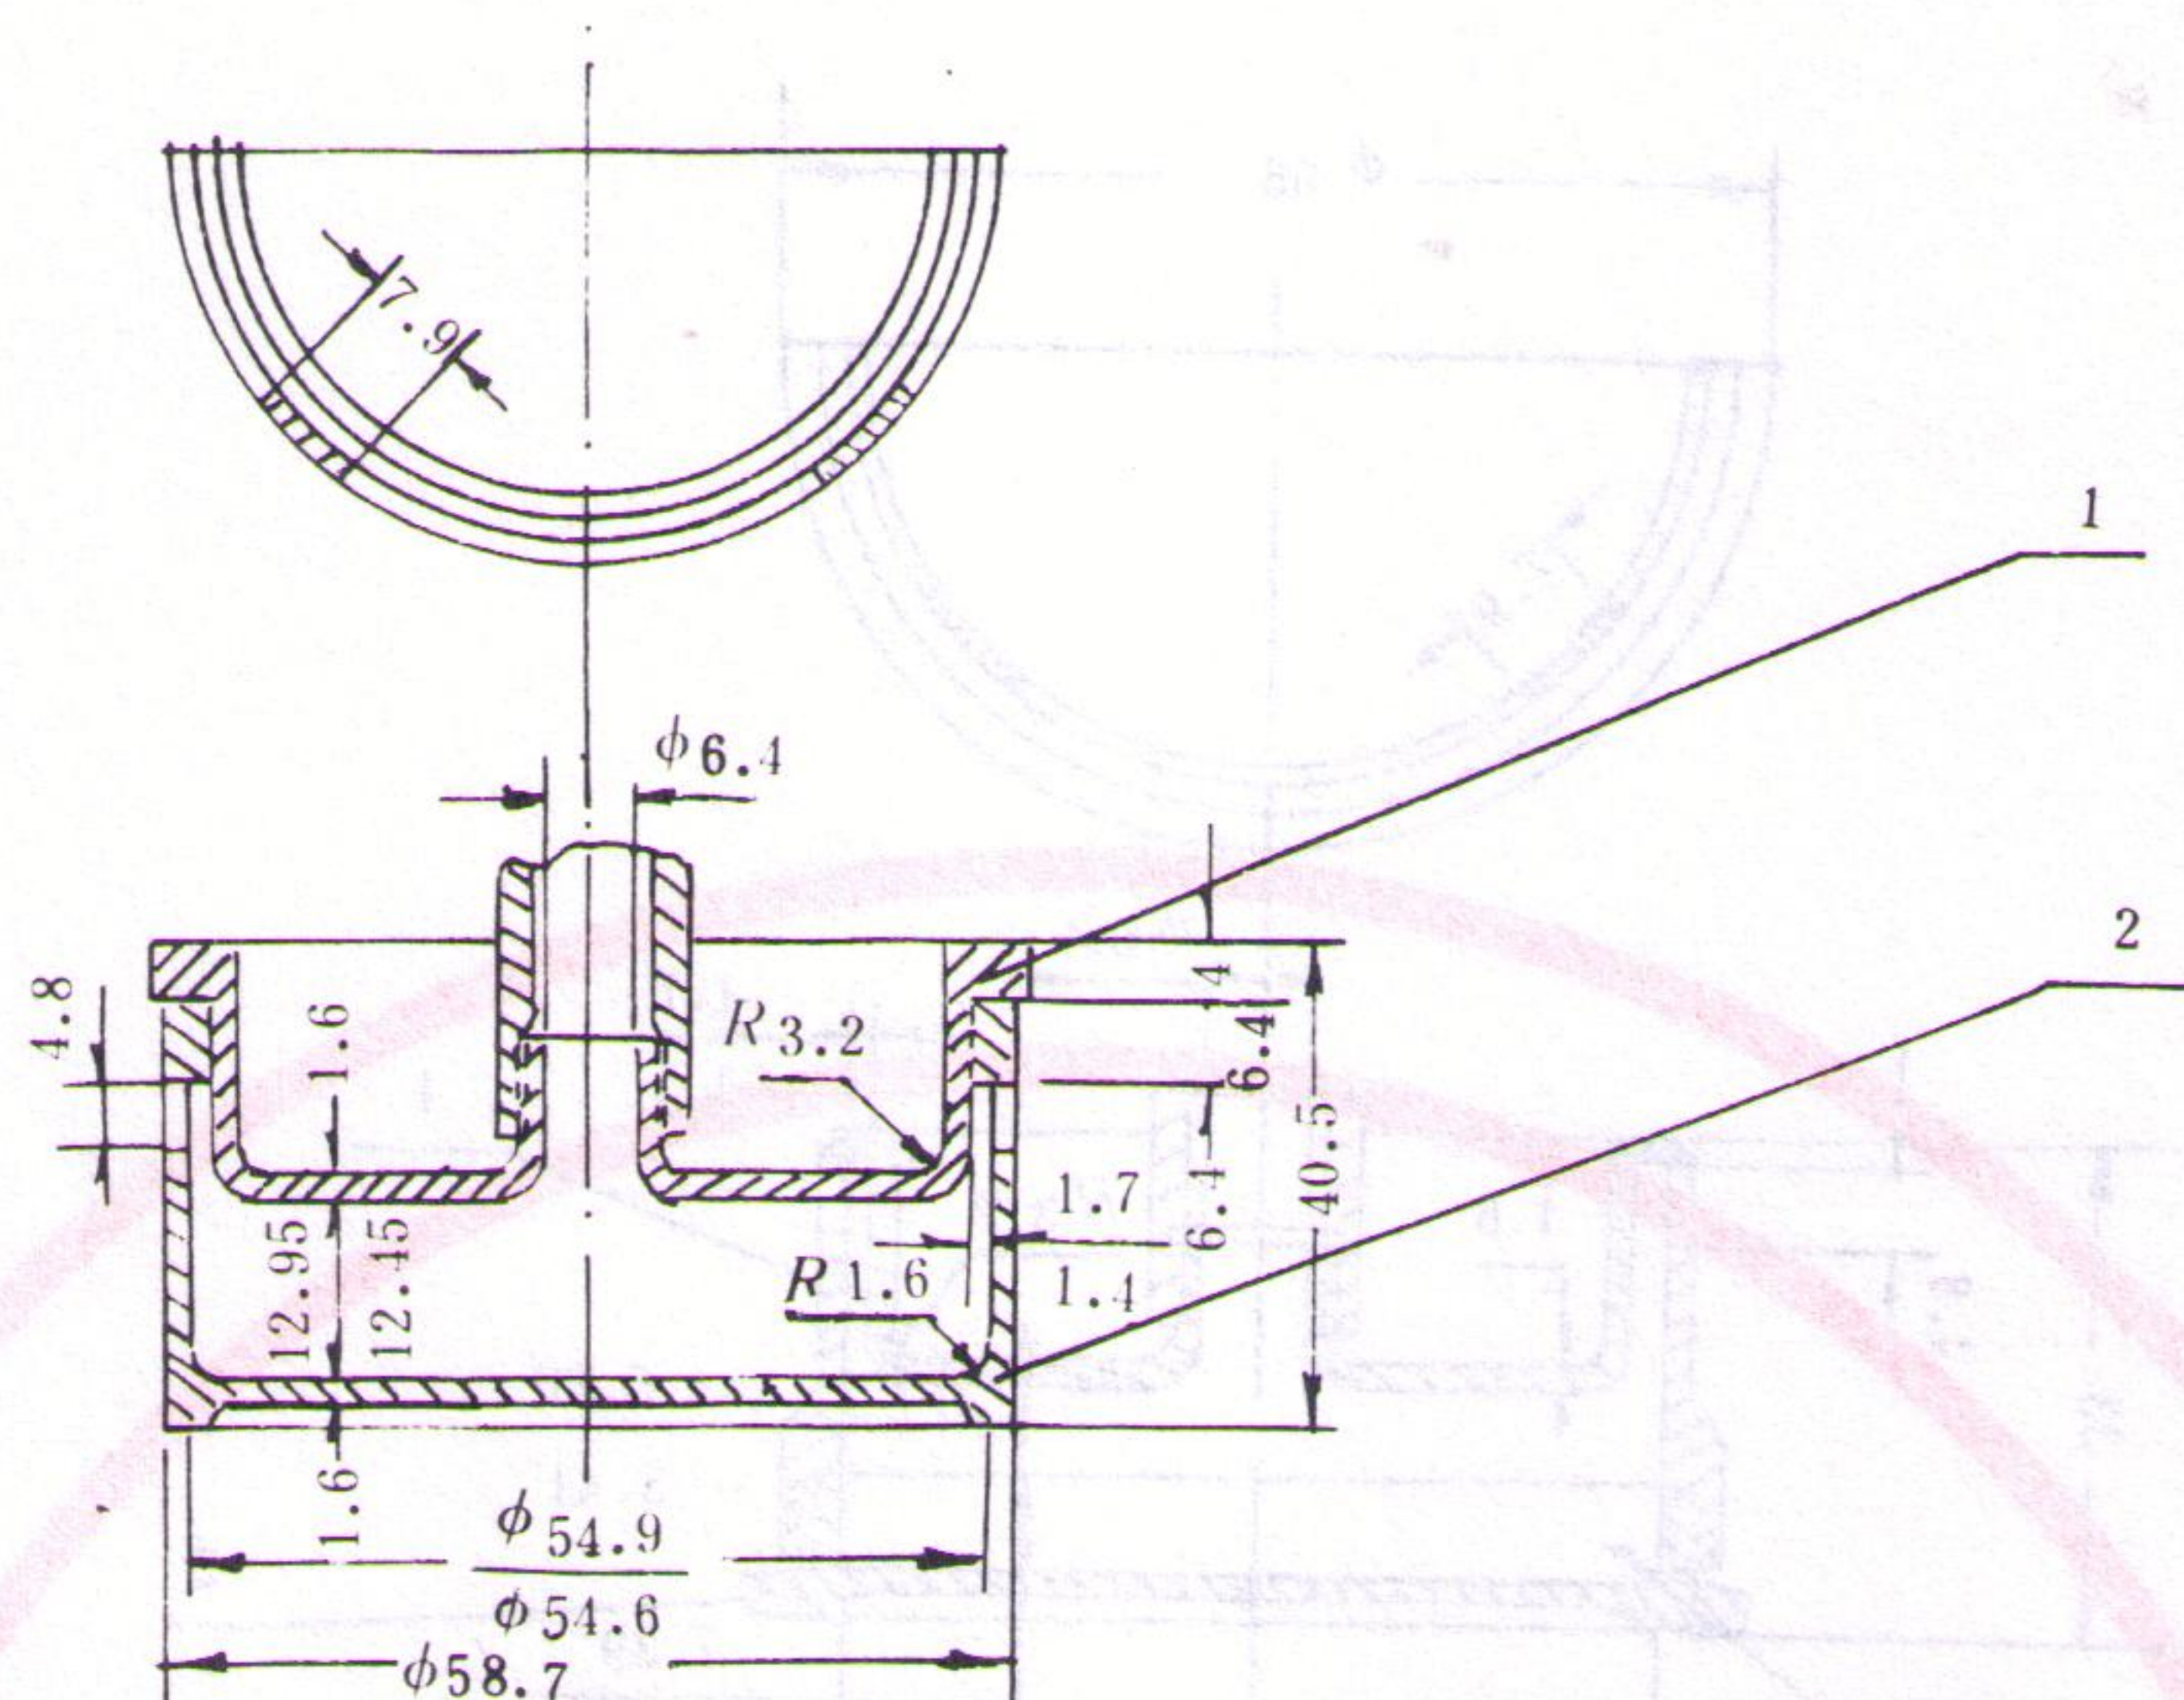

图3 润滑油试样杯组合件
4.1 称量洗净的试样杯和罩子（图3所示），精确至1mg，用移液管把 $10.00 \pm 0.05\text{g}$ 油样移入试样杯，将试样杯和罩子装配好，操作应仔细，不要让试样溅到罩子内表面，称量组合件并记录试样的净重，精确至1mg。